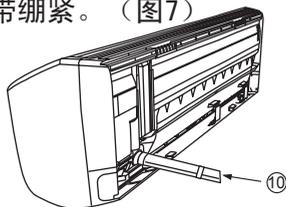

图7
- (1) 当要把铜管从后面引出时, 将铜管、排水管和连接电缆一起用附件 ⑩ 胶带绷紧。(图7)